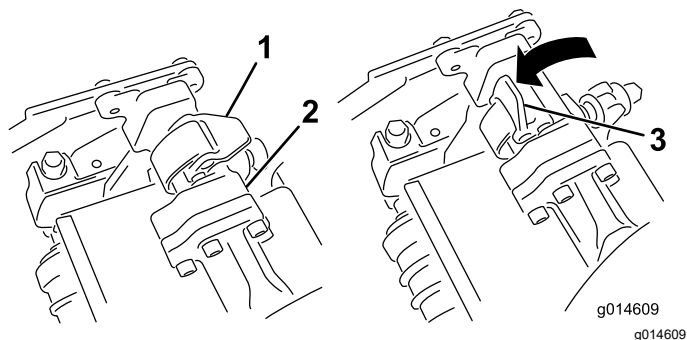
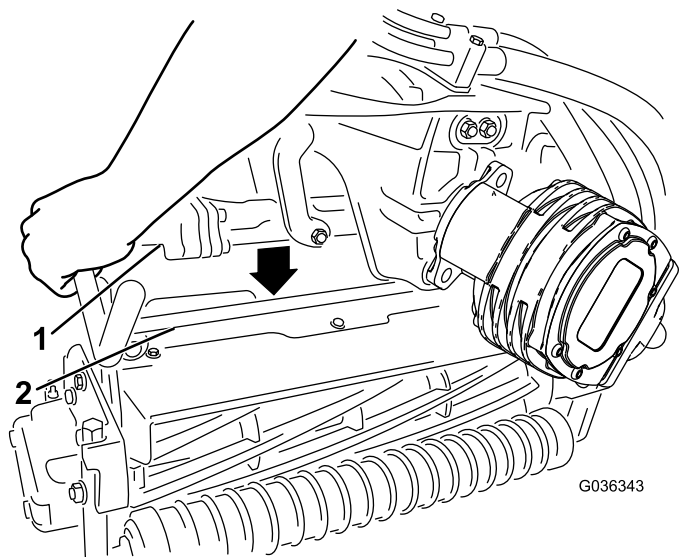

Figura 58
Figura 59
4. Com os fechos na barra do braço de suspensão a apontar para cima (i.e. abertos) (Figura 58), empurre o braço de suspensão para baixo de forma a que a barra passe pela barra através da parte superior da unidade de corte (Figura 59).
5. Feche os fechos para baixo e em redor da barra da unidade de corte e bloqueie-os no sítio (Figura 58).
5. Abra os fechos na barra do braço de suspensão da unidade de corte que está a remover (Figura 58).